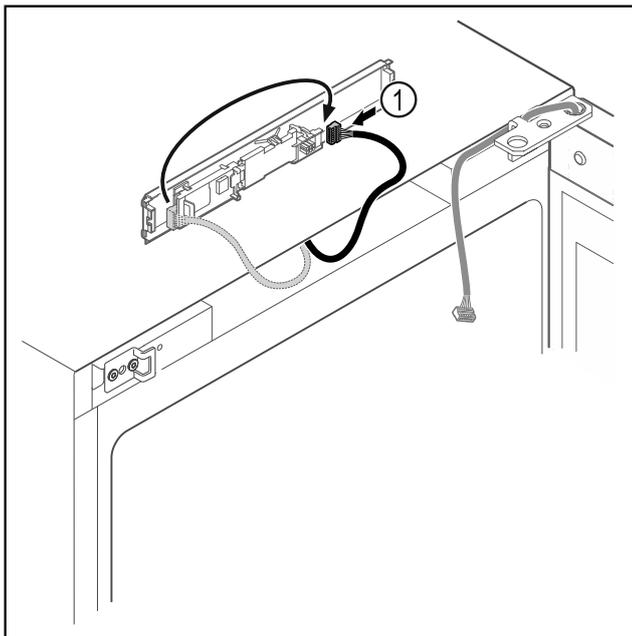

Fig. 15
- Schimbați poziția de introducere a fișei Fig. 15 (1) la placa electronică.